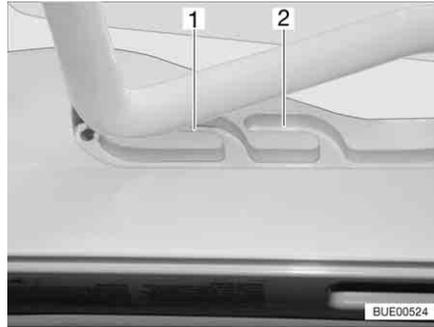
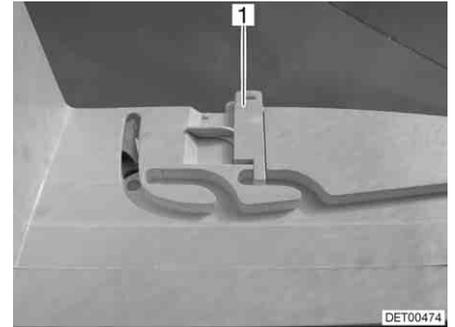

Bild 69 Heki-Dachhaube in Lüftungsstellung
Bild 70 Verriegelung Lüftungsstellung
Die Heki-Dachhaube kann in zwei Lüftungsstellungen gebracht werden: Schlechtwetterstellung (Bild 69,1) und Mittelstellung (Bild 69,2). Je nach Modell kann die Dachhaube in der Mittelstellung mit den beiden Riegeln (Bild 70,1) links und rechts am Rahmen der Dachhaube verriegelt werden.
- Den Bügel leicht nach oben drücken und in die gewählte Führung (Bild 69,1 oder 2) schieben und ggf. verriegeln.